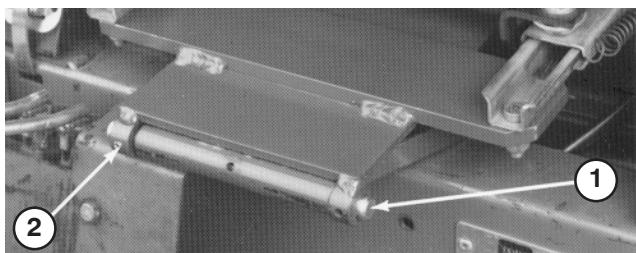

Figure 9
- Montez le siège et son support sur le support de pivot avec l'axe de pivot et la goulotte cylindrique (Fig. 9).